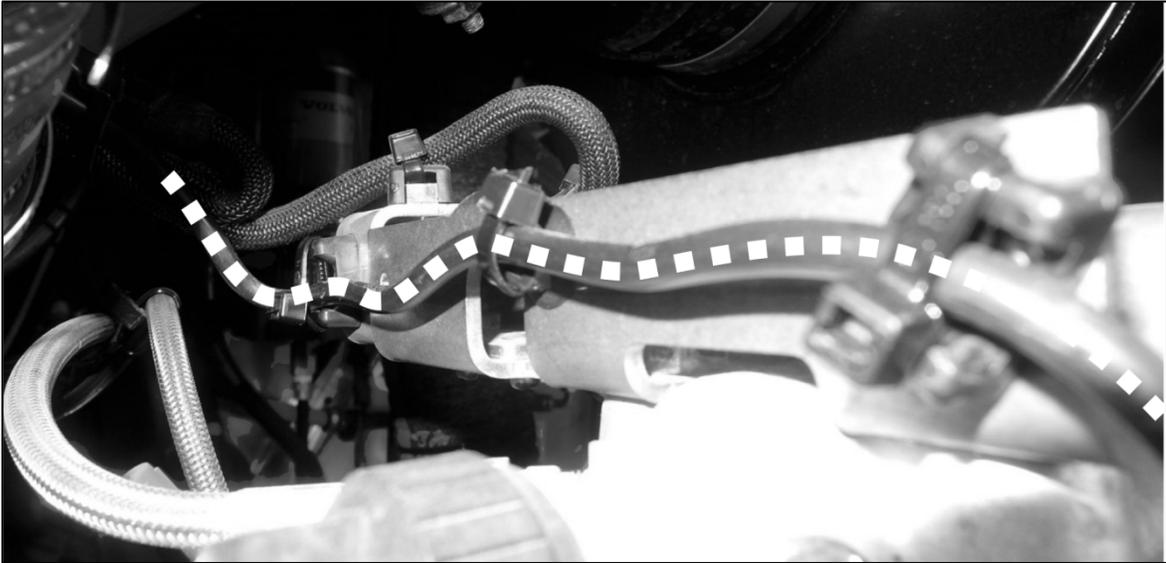

Figure 19 –Câble de l’embrayage.
- 2.14.5. Sceller chacun des fils avec le tube thermo retrecissable #560784 puis avec le tube supplémentaire #560785 pour sceller par-dessus la gaine du câble et l'épissure. (Fig. 19)